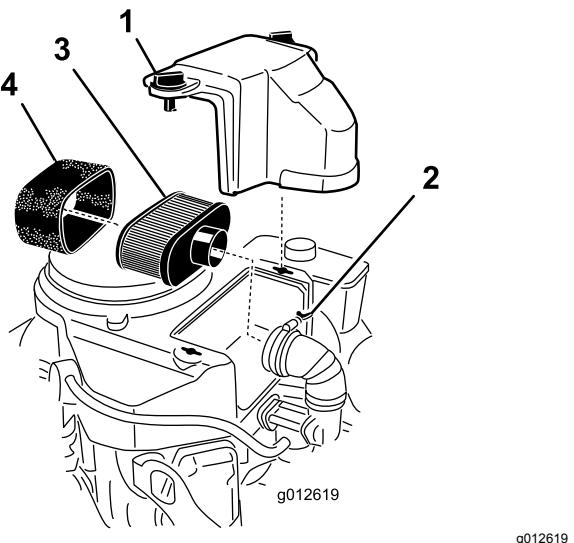

図 37
- エアクリーナーを外したときエンジン内部に異物が入らないよう、周辺をきれいに拭く(図 37)。
- エアクリーナーのカバーのノブのねじをゆるめてカバーを外す(図 37)。
- エアクリーナーのホースクランプをゆるめてエアクリーナーアセンブリを外す(図 37)。
- ペーパーエレメントからスポンジエレメントを注意深く取り外す(図 37)。
- ペーパーエレメントにスポンジエレメントを注意深く取り付ける(図 37)。
- エアクリーナーのベースまたはホースにエアクリーナーアセンブリを取り付けて固定する(図 37)。
- エアクリーナーのカバーを取り付け、ノブを締め付けて固定する(図 37)。